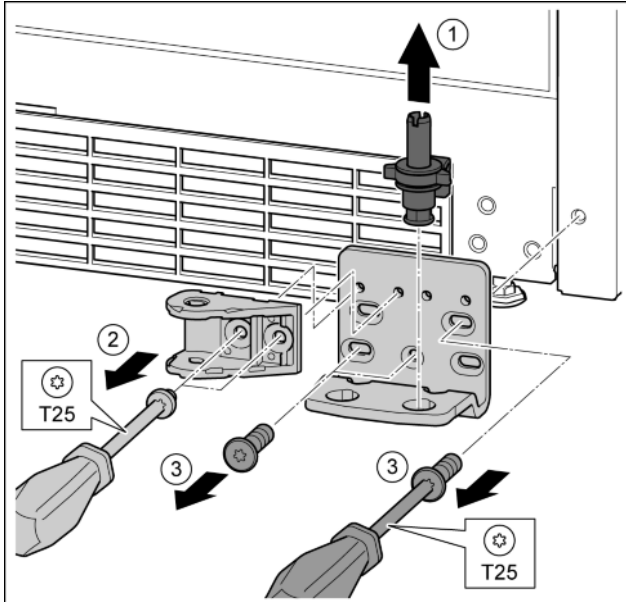

Fig. 28
- ▶ Опорный палец полностью извлечь движением вверх. Fig. 28 (1)
- ▶ Открутить винты отверткой T25 и снять навеску двери. Fig. 28 (2)
- ▶ Открутить винты отверткой T25 и снять опорный кронштейн. Fig. 28 (3)